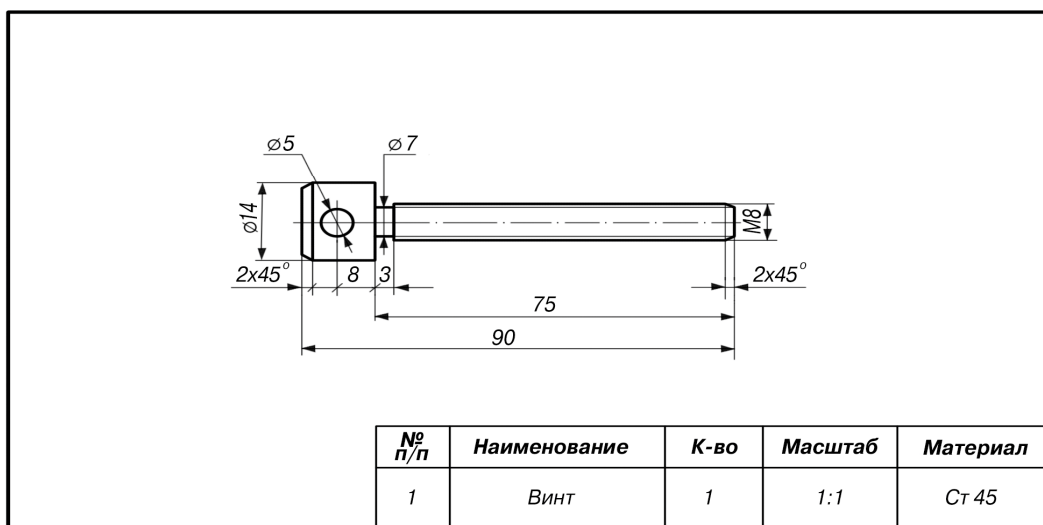

Рис.1. Чертеж винта
2. Предельные отклонения размеров винта не должны превышать: по длине ± 1 мм, по диаметрам $\pm 0,1$ мм (рис. 1).